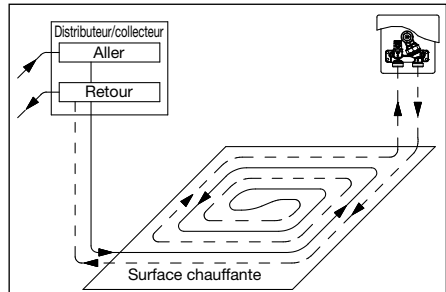

Fig. 5.3 Croquis d'installation
- Réaliser un raccordement au distributeur pour l'aller (voir fig. 5.3)
- Pose du circuit surface chauffante, si possible en spirale (voir fig. 5.3).